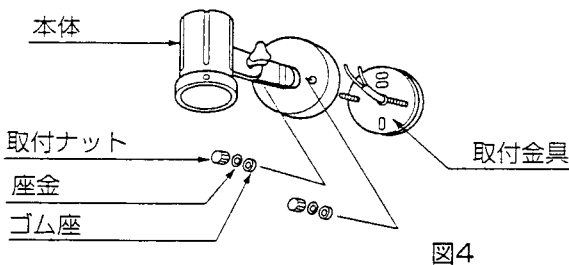

図4
4. 本体を取付金具にセットし、ゴム座、座金、取付ナットでしっかりと締め付けてください。（図4）